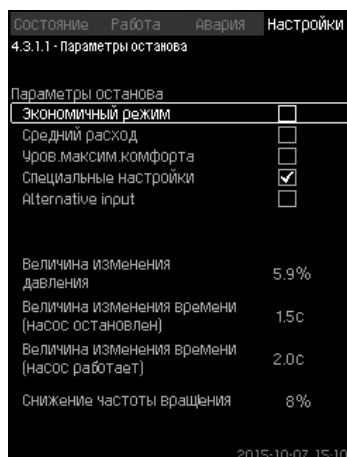

Рис. 68 Специальные настройки
3. Выберите один из параметров останова. При выборе "Специальные настройки", необходимо задать параметры, показанные на рис. 68. См. примеры ниже.